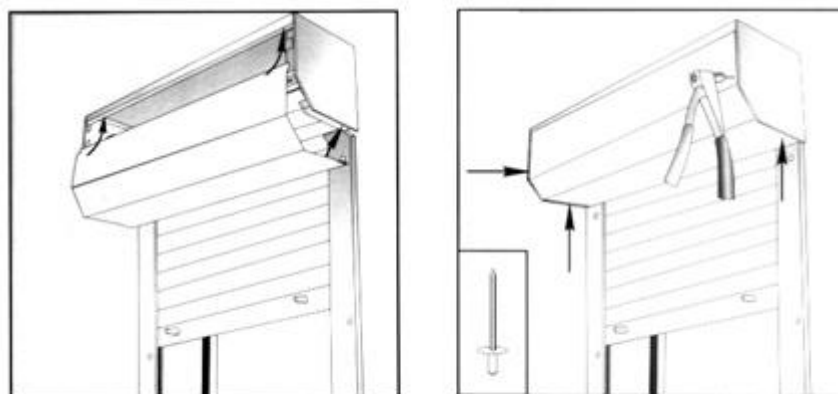

Рис. 27. Установка крышки защитного короба.
31. Установить крышку защитного короба в паз короба и прикрепить её саморезами с заглушками или заклёпками (рис. 27).